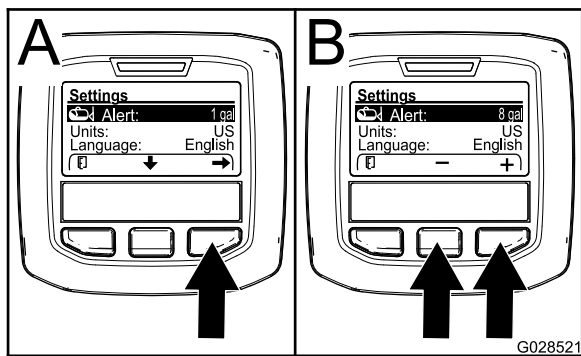

Figure 8
1. Appuyez sur le bouton de sélection central pour mettre en surbrillance le réglage Alerte (Figure 8).
2. Appuyez sur le bouton de sélection droit (Figure 8).
3. Utilisez le bouton de sélection central ou droit pour entrer la quantité minimum dans la cuve à laquelle l'alerte s'affichera pendant le fonctionnement du pulvérisateur (Figure 8).